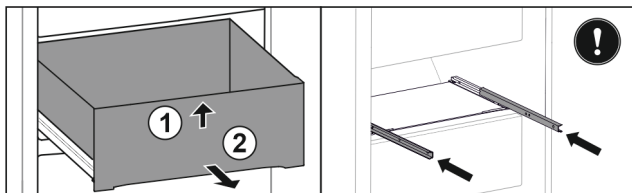

Fig. 116
- Sollevare il cassetto dal davanti. Fig. 116 (1)
- Rimuovere il cassetto tirandolo in avanti. Fig. 116 (2)